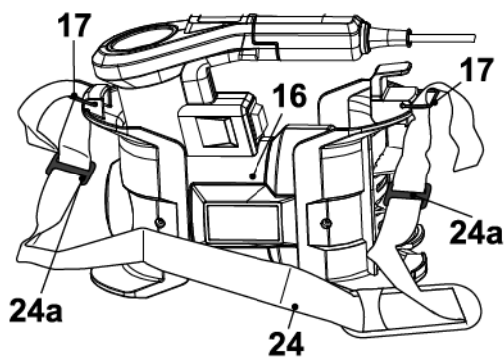

Fig. 9
- > Passar ambas as extremidades da alça do ombro (24) através dos ganchos da cinta (17) (Fig. 9).